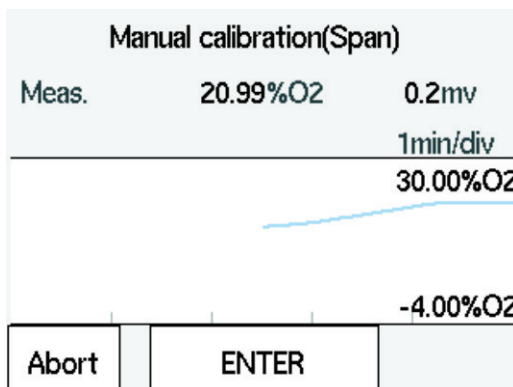

Рисунок 7.18 Тренд во время калибровки газом диапазона
(4) Выбор «Начать калибровку» (Start calibration) отображает на экране график тренда измеряемой концентрации кислорода (Рис. 7.18). Подождите, пока показания не стабилизируются около 21 %, контролируя график и ЭДС датчика. В этой точке калибровка еще не закончена. Допускается отклонение показания от 21%.